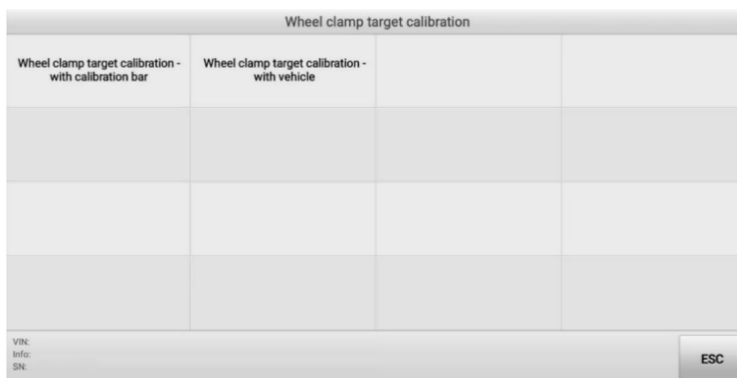

Figura 4-26 Seleccionar método de calibración
2. Seleccione la calibración del objetivo de la abrazadera de la rueda con el vehículo. Consulte la Figura 4-26 Seleccione el método de calibración para obtener más detalles.